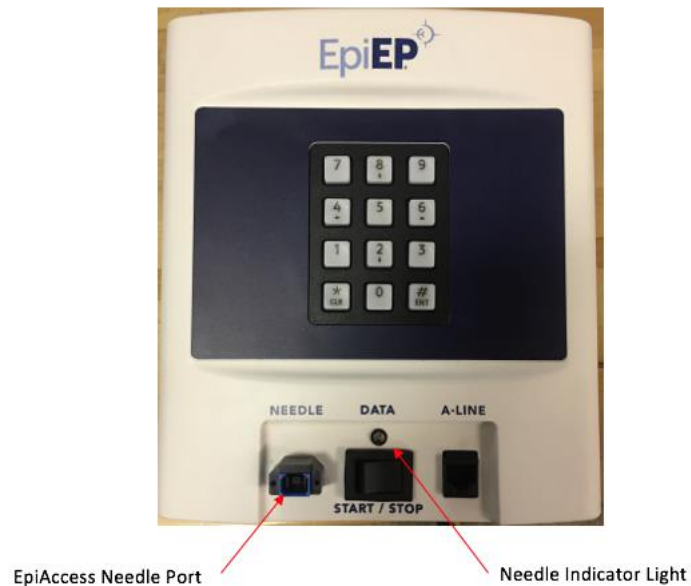

Figura 3 - Unidade de Controlo do EpiAccess A0005
3. Quando utilizar a Unidade de Controlo do EpiAccess A0005, siga as instruções enumeradas abaixo, sob a Figura 3.